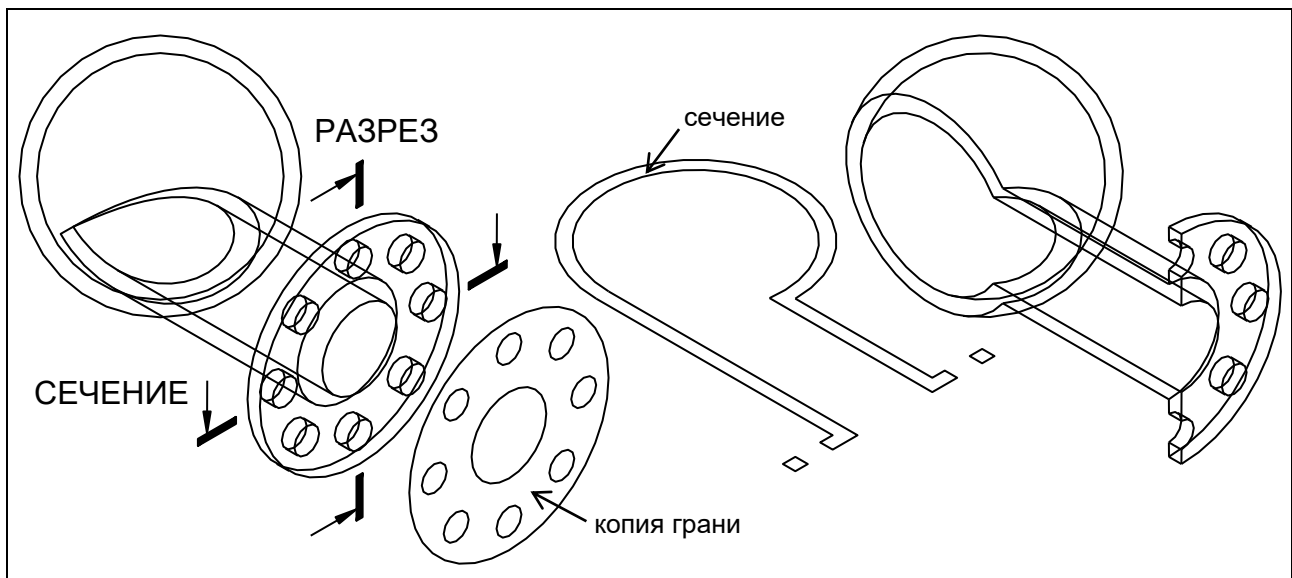

Рис. 39
6. Командой **РЕДТЕЛ** в режиме **Грань** с опцией **Копировать** создать на свободном месте чертежа копию торцевой грани фланца (рис. 39).